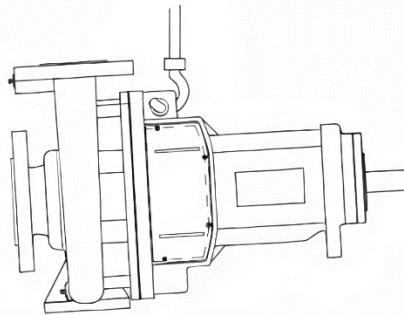

Рис. 5 Правильный способ строповки насоса без
- установить агрегат насосный на раме на заранее подготовленный фундамент (схему строповки см. рис. 5);